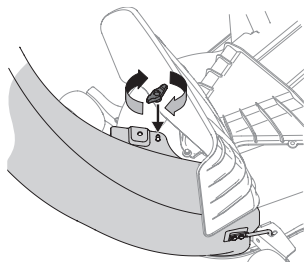

Figura 26
6. Fije el codo del canal de descarga en la plataforma de corte usando una perilla de aletas (720-04122) a partir de el paquete de herrajes 689-01419. Consulte la Figura 26.